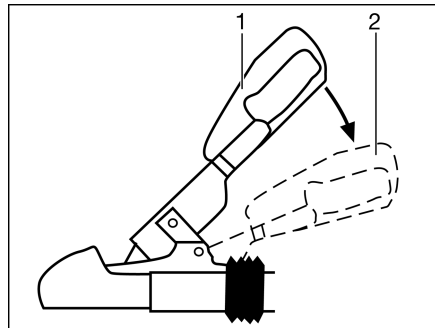

Bild 165 Stabilisierungsgriff
- Die Stabilisierungseinrichtung aktivieren. Dazu den Kupplungsgriff aus geschlossener Stellung (Bild 165,1) bis zum Anschlag nach unten drücken (Bild 165,2).